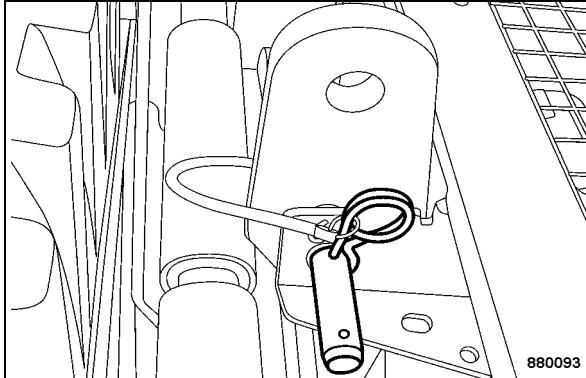

Fig. 89
- Monter les axes (Fig. 89) et les assurer avec la goupille de sécurité.